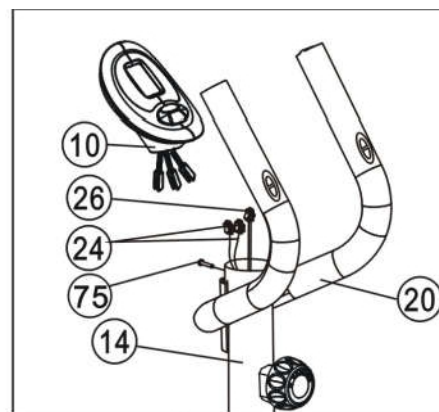

Figure 5
- a. Verbinden Sie die Impulsdrähte (24) mit dem Sensordraht 2 (26) und stecken Sie die zusätzlichen Drähte in das Rohr.
- b. Befestigen Sie den Computer (10) an der Oberseite des vorderen Ständerrahmens (14) und ziehen Sie ihn mit der Kreuzschlitzschraube M5 x 10 (75) fest. (Siehe Abbildung 5)